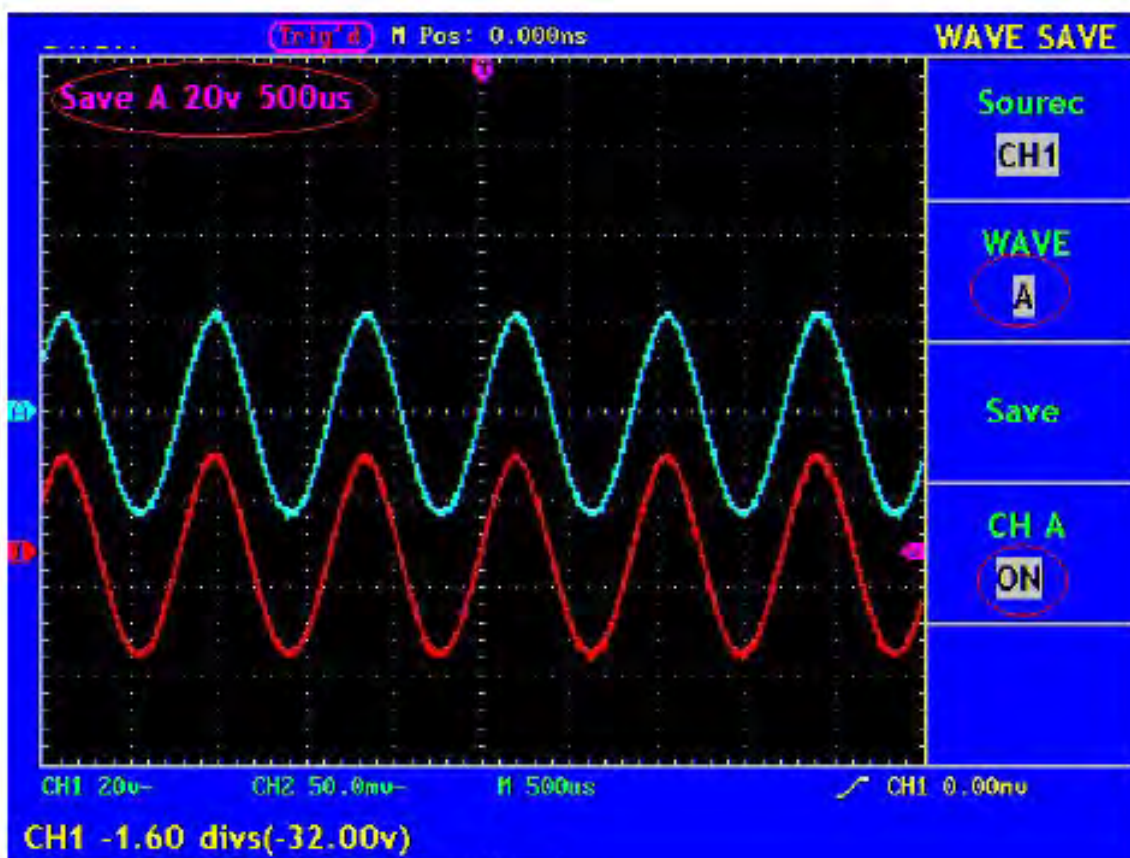

Abb. 43 Speicherung der Wellen
4. Drücken Sie die Menüauswahltaste **F4** und wählen Sie **ON** bei CHA. Die gespeicherte Wellenform wird auf dem Bildschirm angezeigt. Spannungspegel und Zeitbasispegel erscheinen gleichzeitig in der oberen linken Ecke des Bildschirms (siehe Abb. 43).